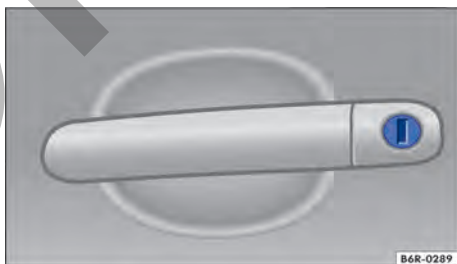

Fig. 46 Manilla de la puerta del conductor con botón de cierre.
- Introducir la paleta de la llave en el cilindro de la cerradura y destrabar o trabar el vehículo → fig. 46.